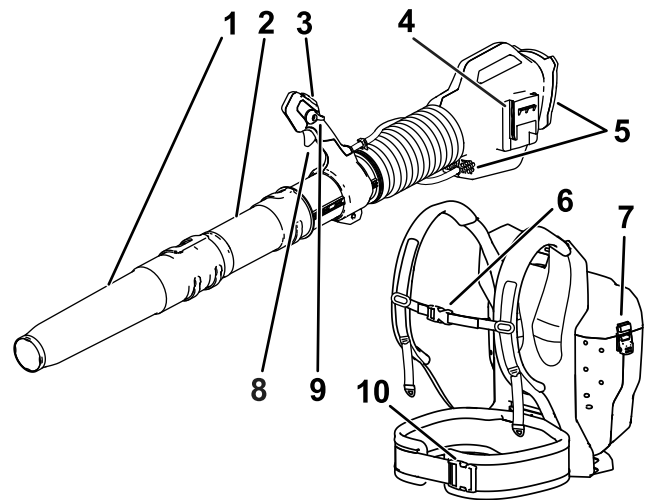

**Figura 5**
2. Premete il pulsante di bloccaggio del soffiatore e spingete il cannone verso il basso all'interno dello zaino fino a quando non scatta in posizione (Figura 5).